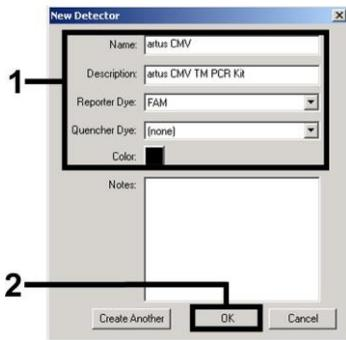
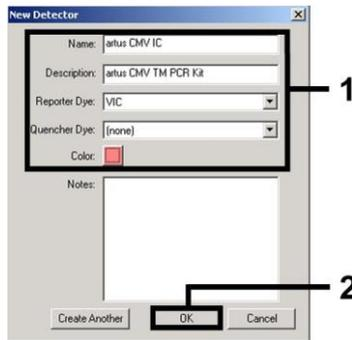
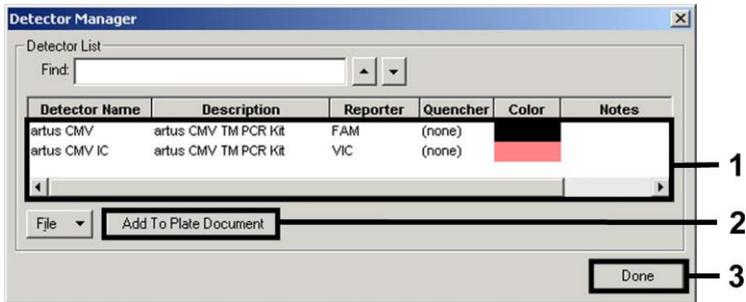

Abb. 4: Erstellen des CMV-spezifischen Detektors (Detector Manager [Detektormanager]).
Abb. 5: Erstellen des IC-spezifischen Detektors (Detector Manager [Detektormanager]).
Abb. 6: Auswählen der Detektoren (Detector Manager [Detektormanager]).
Für den Nachweis von CMV-DNA definieren Sie in dem neuen Fenster die Reporter/Quencher-Kombination FAM/none (FAM/keine). Für den Nachweis der *Internen Kontrolle* wählen Sie die Kombination VIC/none (VIC/keine) aus (wie in Abb. 4 und Abb. 5 dargestellt). Durch die Bestätigung der Eingaben (OK) kehren Sie zurück zum *Detector Manager* (Detektormanager). Markieren Sie die soeben erstellten Detektoren und transferieren Sie jede Auswahl durch Anklicken der Option *Add to Plate Document* (Zum Plattendokument hinzufügen) zum *Well Inspector* (Well-Inspektor) (siehe Abb. 6). Schließen Sie das Fenster (*Done* [Fertig]).